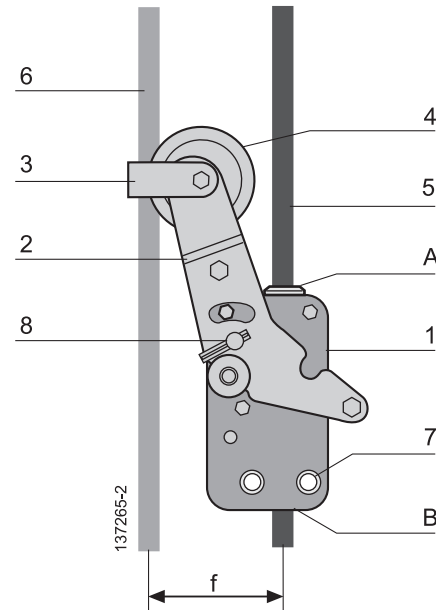

Abb. 2
WICHTIG: Jede Abfangsicherung ist ab Werk mit Hilfe einer Schraube und einer Sicherungsmutter eingestellt (Position des Hebels (Pos. 2 Abb. 2) gegenüber dem Gehäuse (Pos. 1 Abb. 2)). Es ist verboten, die Einstellung des Hebels gegenüber dem Gehäuse zu ändern.
Die Seilführung aus verzinktem Stahl (Pos. 3 Abb. 2) sorgt dafür, dass das Hubseil (Pos. 6) immer mit der Rolle (Pos. 4 Abb. 2) in Kontakt bleibt.
Die Abfangsicherung BLOCSTOP™ Typ BSA (Abb. 2) besteht aus einem Gehäuse aus verzinktem Stahl (Pos. 1 Abb. 2) und einem Schwenkhebel aus verzinktem Stahl (Pos. 2 Abb. 2) mit einer Seilrolle aus verzinktem Stahl am Ende (Pos. 4 Abb. 2). Die Abfangsicherung wird durch die 2 zuvor in den Öffnungen (Pos. 7 Abb. 2) angebrachten Schrauben + selbstsichernden Muttern starr an der Arbeitsbühne befestigt. Die Drehung des Hebels (Pos. 2 Abb. 2) bewirkt das Öffnen oder Schließen der Backen. Die Funktion der Abfangsicherung ist automatisch und hängt ausschließlich vom Abstand f (siehe Abb. 2) zwischen dem Hubseil (Pos. 6 Abb. 2) zum Heben der Arbeitsbühne und dem Sicherheitsseil (Pos. 5 Abb. 2) ab, das durch das Gehäuse (Pos. 1 Abb. 2) geht.
- Wenn das Hubseil (Pos. 6 Abb. 2) gespannt ist, hält der Hebel (Pos. 2 Abb. 2) die Backen offen und das Sicherheitsseil (Pos. 5 Abb. 2) gleitet frei durch das Gerät (Abb. 7).
- Wenn das Hubseil (Pos. 6 Abb. 2) entspannt ist, kippt der Hebel (Pos. 2 Abb. 2) dank einer Rückholfeder im Inneren des Gehäuses (Pos. 1 Abb. 2) und bewirkt die Klemmung der Backen auf dem Sicherheitsseil (Pos. 5 Abb. 2). Der Stopp der Arbeitsbühne erfolgt sofort auf der Seite, auf der die Abfangsicherung installiert ist.
Das Kippen des Hebels (Pos. 2 Abb. 2) kann verursacht werden durch: